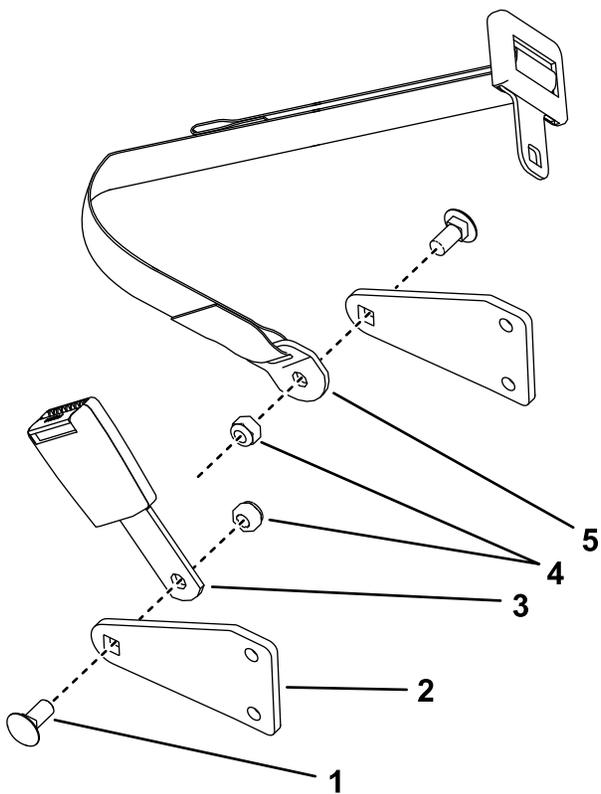

図 12
- シートベルトブラケットの内側にシートベルトバックルとトンガを取り付けるキャリッジねじ 7/16 x 1"2 本とロックナット 7/16"2 個を使用して 図 12 のように取り付ける。